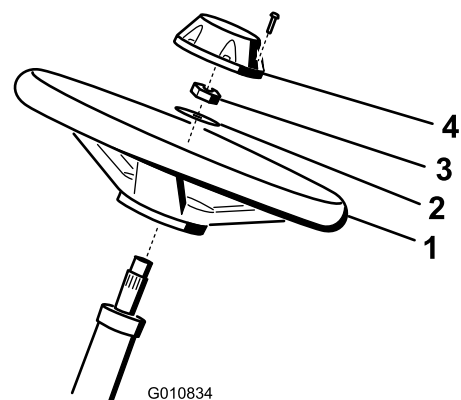

図 3
- ハンドルをステアリングシャフトにはめ込む（図 3）。
- ワッシャをステアリングシャフトにはめ込む（図 3）。
3. ジャムナットでハンドルを固定し、27-35 N.m = 2.8-3.6 kg.m = 20-26 ft-lb) にトルク締めする (図 3)。
4. キャップを取り付け、ねじで固定する (図 3)。